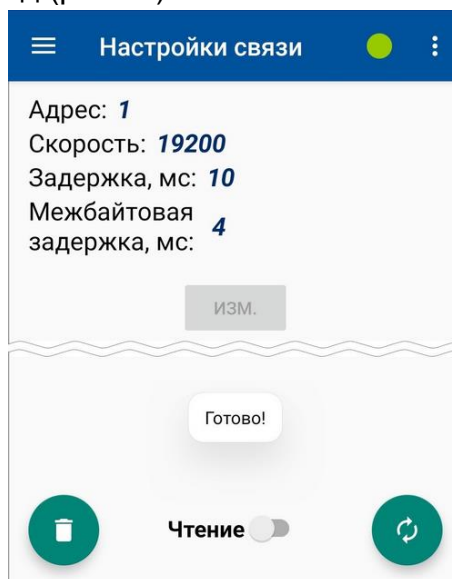

Рис.30. Вид дочернего окна приложения «Лайт М NFC».
4.2.2.2. Дочернее окно приложения открывается после нажатия в интерактивном списке на строку с соответствующим наименованием и может иметь следующий вид (рис.30):